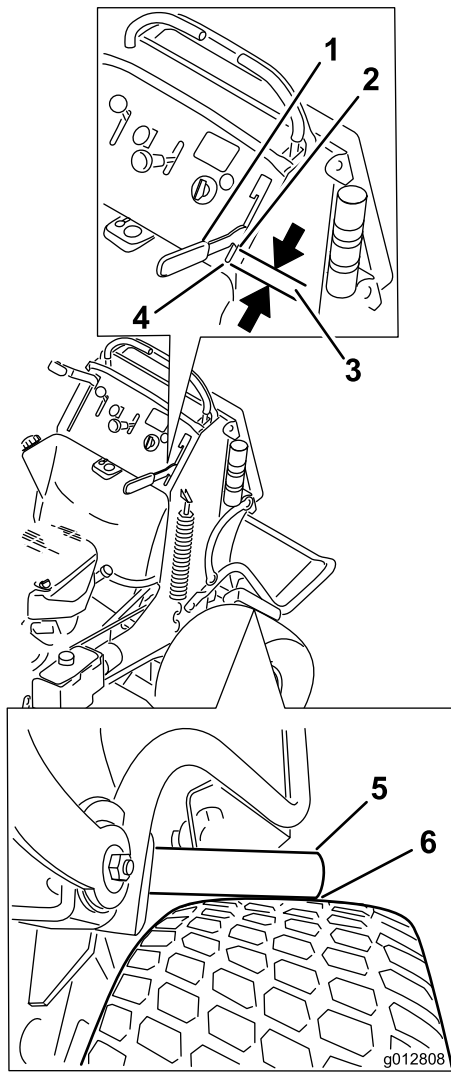

Figura 62
4. Accione la palanca del freno hasta que las barras de freno apenas entren en contacto con el neumático (Figura 62).
5. Mida la distancia que hay entre el borde delantero de la palanca de mano y el final de la ranura del panel de control cuando la barra de freno empieza a tocar el neumático. Esta distancia debe ser de 19 mm (3/4 pulgada). Ajuste el freno si es necesario (Figura 62).